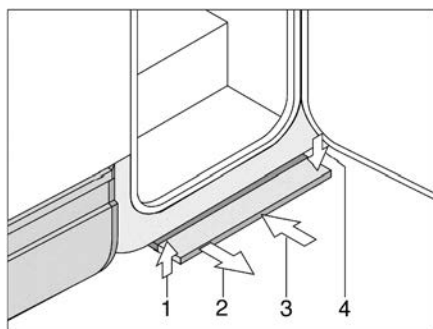

Fig. 5 Scalino di ingresso a comando meccanico
- Tirare lo scalino di ingresso in avanti (Fig. 5,2), finchè non si innesta.
- Sollevare leggermente lo scalino di ingresso (Fig. 5,1).
- Spingere lo scalino di ingresso al di sotto del pavimento del veicolo fino all'arresto (Fig. 5,3). Prestare attenzione che lo scalino di ingresso si innesti (Fig. 5,4).